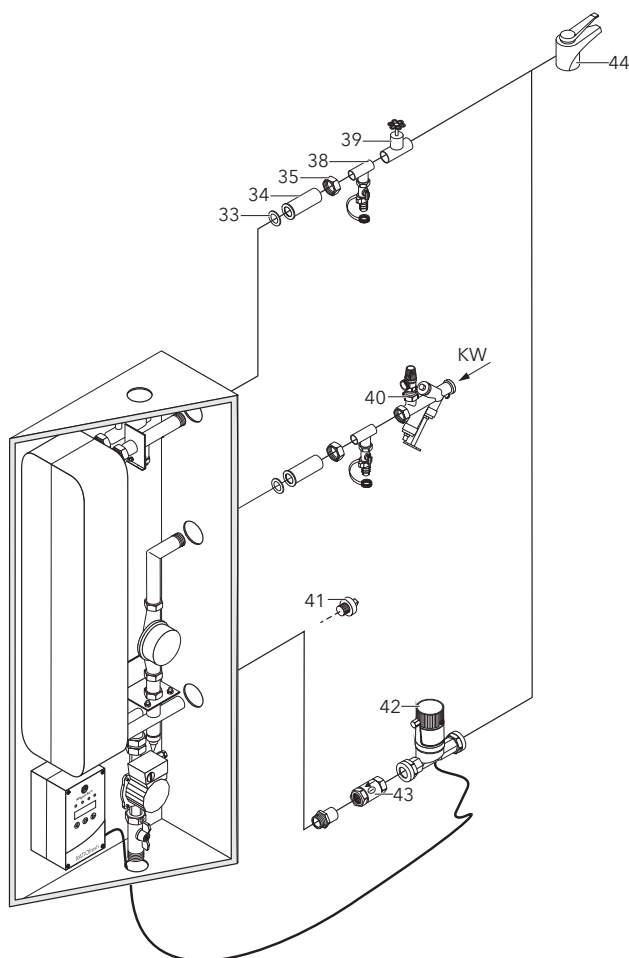

Abb. 12 Einbindung in den Trinkwasserkreis
Abb. 12 Systemlösung mit RATIOfresh 250/400, RATIO-Pufferspeicher, Gastherme, Kaminöfen mit Wassertasche, gemischtem Heizkreis und Solaranlage. Kaminöfen und Solaranlage können beide den Pufferspeicher beladen. Über eine Rücklaufanhebung gelangt die Pufferspeicherwärme in den Heizkreis.
- Bei Trinkwasser > 10 °dH sind Spülhähne vorzusehen (s. Abb. 12)